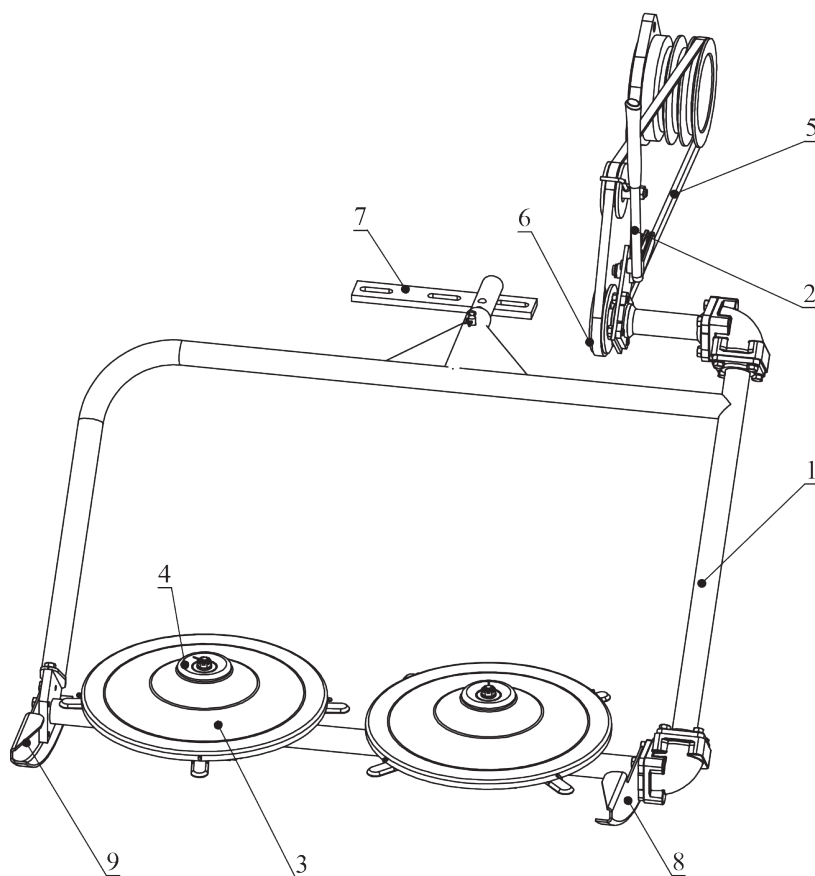

Рисунок 3. Главные конструктивные узлы
1. Установите соединительную планку (поз. 7, рис. 3) на мотоблок, зафиксируйте её болтами М10;
2. Установите косилку на соединительную планку (поз. 7, рис. 3), зафиксируйте её с помощью пальца М10 и зашплинтуйте;
3. Установите устройство натяжения приводного ремня (поз. 2, рис. 3) и зафиксируйте винтами М8;
4. Установите шкив приводного ремня (поз. 6, рис. 3) и зафиксируйте шпонкой 5x5x12 и корончатой гайкой М10, для более надежной фиксации зашплинтуйте корончатую гайку шплинтом d1.6x22 мм.
1. Установите режущие диски (поз. 3, рис. 3) и крышки (поз. 4, рис. 3) на косилку и зафиксируйте корончатыми гайками М10. Для более надежной фиксации зашплинтуйте корончатые гайки шплинтами d1.6x22 мм;
2. Установите салазки (поз. 11, 10, рис. 3) на косилку и зафиксируйте винтами М8.